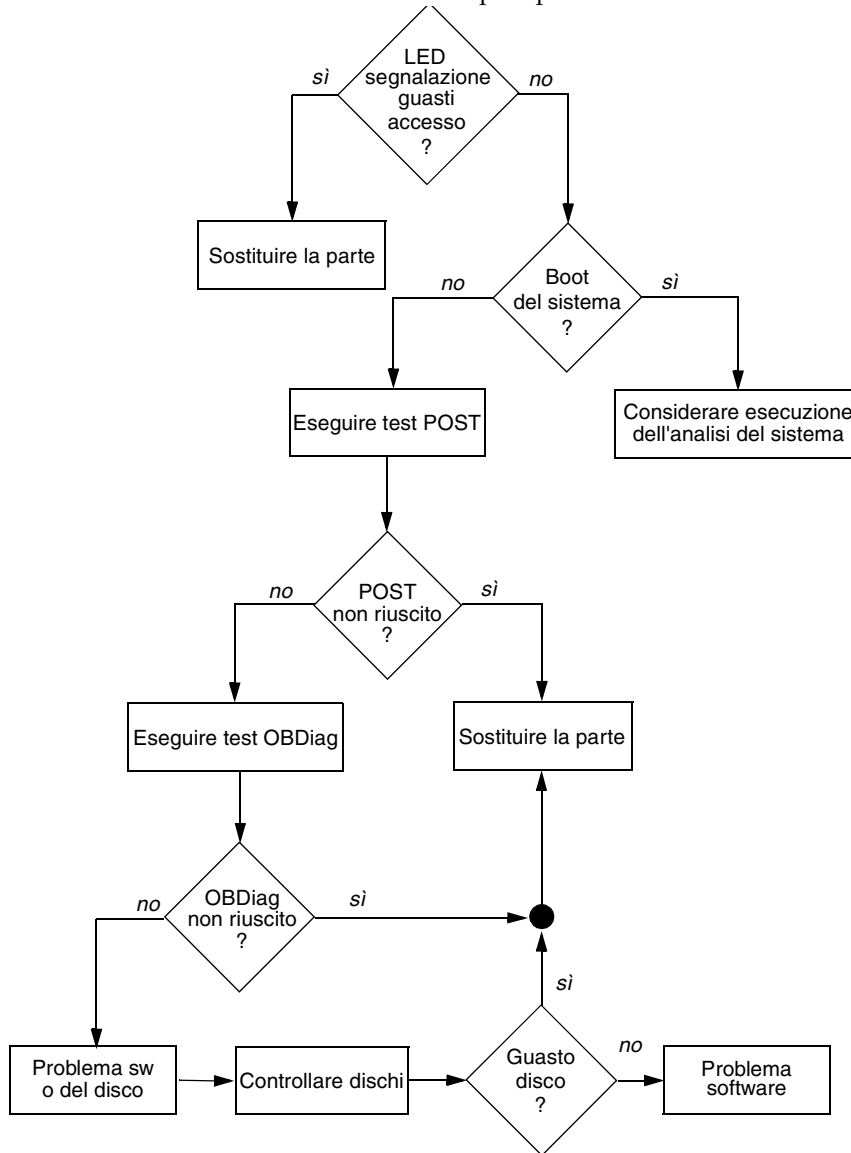

FIGURA 10-1 Scelta di uno strumento per l'isolamento dei guasti hardware
- Se è possibile eseguire il boot, è opportuno utilizzare uno strumento più completo. Nella FIGURA 10-1 viene illustrato il tipico processo di isolamento dei guasti.